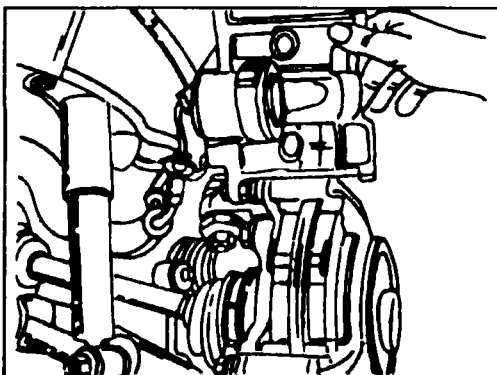

Рис. 9.7 Демонтаж тормозных колодок из корпуса суппорта
- ◆ Отклоните корпус суппорта вверх (рис. 9.7). Теперь обе тормозные колодки доступны и их можно вынуть.